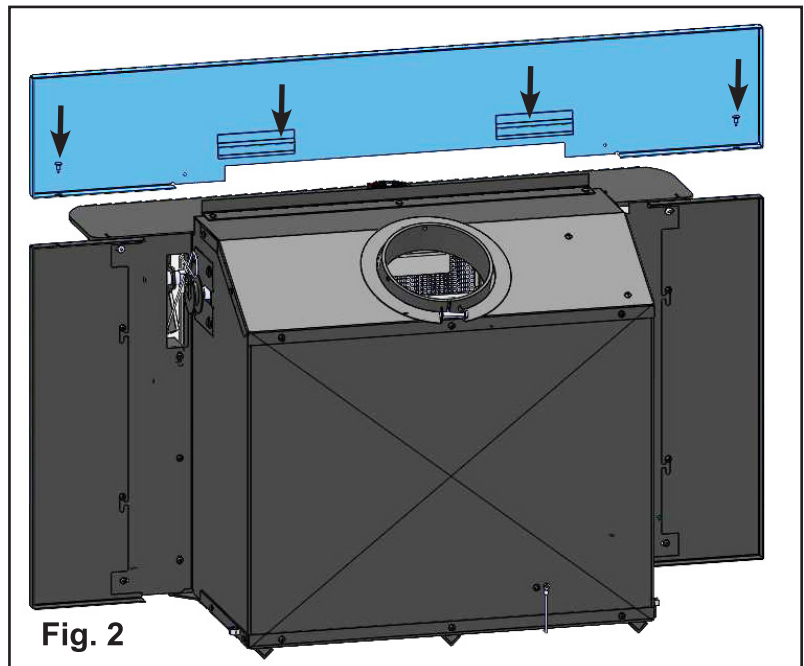

Fig. 2
6. Une fois le raccordement du conduit de fumée effectué et l'appareil correctement positionné, installez le panneau de carénage supérieur en le faisant glisser vers le bas sur l'appareil de sorte que les languettes à l'arrière du panneau de carénage glissent sur la bride de réception sur le dessus de l'appareil. Terminez l'installation en fixant le panneau supérieur du carénage aux panneaux latéraux gauche et droit. (Fig. 2)